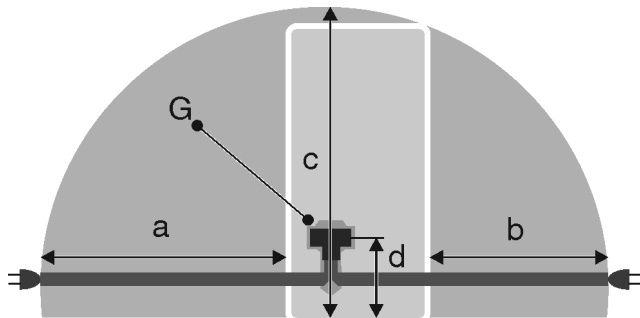

Fig. 35*
- De contactdoos bevindt zich niet achter de apparaat, maar in de zones a of b Fig. 35 (a, b, c).
- ▶ Apparaatstekker Fig. 35 (G) aan de achterzijde van het apparaat aanbrengen. Let op het correct vastklikken.